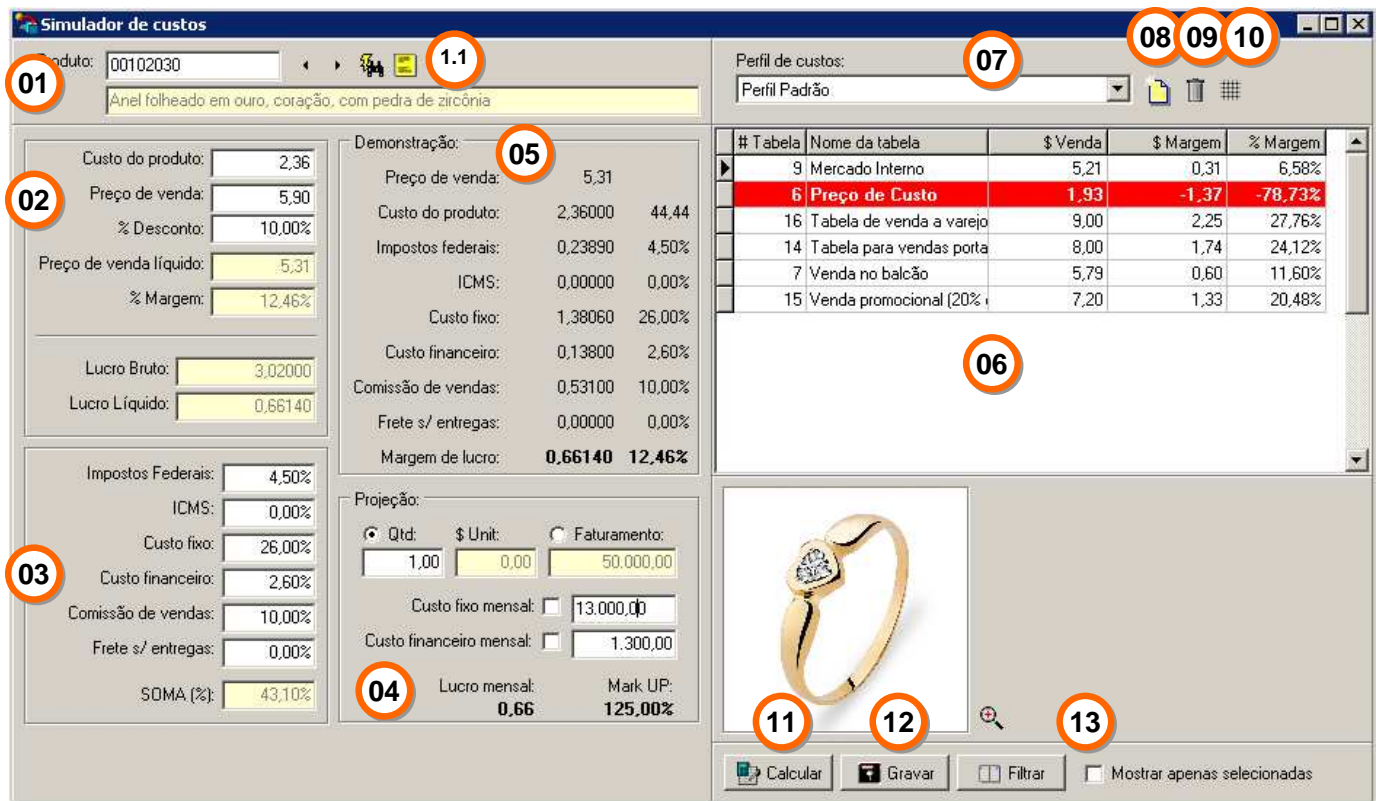

Figura 10 - Tela do simulador de custos.
- **Custo fixo:** Observamos que algumas empresas não conseguem apurar com exatidão os custos fixos, e ao mesmo tempo, independente de seu porte, necessitam simular custos para facilitar a formação do preço de venda. Uma boa prática que observamos em algumas delas foi **somar os custos do mês** (Água, Luz, Telefone, Aluguel, Salários, Seguros, Publicidade, Pró labore, etc... enfim todos os custos para que empresa funcione **exceto** os custos de aquisição de insumos/matéria prima), e dividir pela média de faturamento nos últimos X meses. Na tela exemplificado pela Figura 10 você pode observar que empresa tem um custo fixo de R\$13.000,00 mensais e um faturamento médio de R\$ 50.000,00 mensais, desta forma o percentual para absorção do custo fixo fica em **26%**.